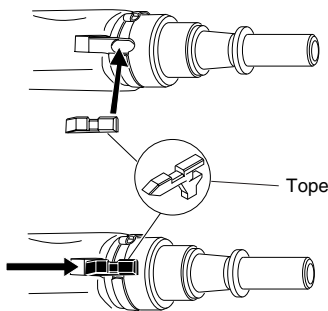

Figura 25 - Colocación del tope
5. Inserte el tope en la ranura del conjunto forro exterior (vea la Figura 25).
6. Empuje el tope hacia el frente de la herramienta (vea la Figura 25).